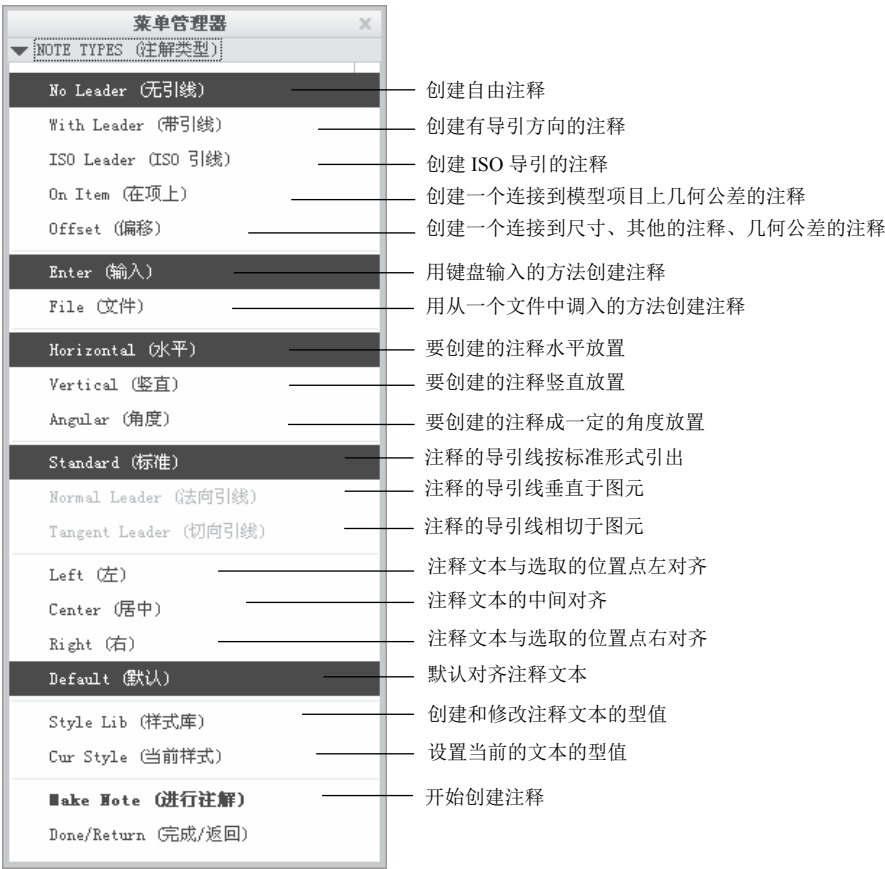

图 10.6.1 “注解类型”菜单
在功能区中选择 **注释**  **注解** 命令，系统弹出 **NOTE TYPES (注解类型)** 菜单（图 10.6.1）。在该菜单下，可以创建用户所要求的属性的注释，例如注释可连接到模型的一个或多个边上，也可以是“自由的”。创建第一个注释后，Creo 使用先前指定的属性要求来创建后面的注释。
Step3. 在图 10.6.1 所示的菜单中，选择 **No Leader (无引线)** → **Enter (输入)** → **Horizontal (水平)** → **Standard (标准)** → **Default (默认)** → **Make Note (进行注解)** 命令。
Step2. 在图 10.6.1 所示的“注解类型”菜单中, 选择 With Leader (带引线)  Enter (输入)